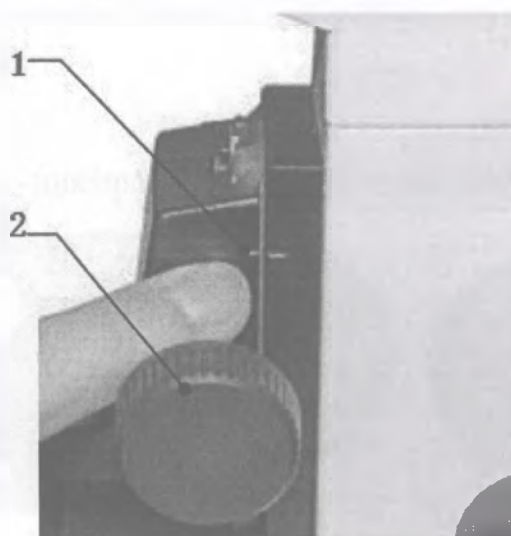

Рисунок 7. Установка конденсора.
Установите конденсор в рабочее положение. Для этого совместите заводские риски (1) друг с другом, перемещая винт (2). Рисунок 7.